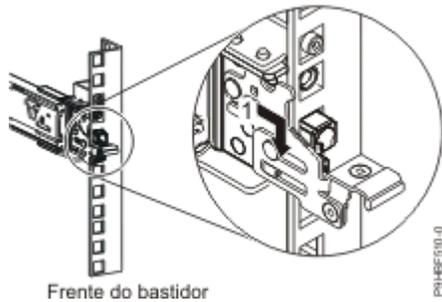

Figura 3. Inserir pinos na calha da frente do bastidor
3. Na parte anterior do bastidor, insira três pinos na parte anterior da calha nos orifícios na unidade EIA seleccionada marcada anteriormente. Baixe a calha deslizante **(1)** para activar a funcionalidade de gancho no pino do meio. Consulte a Figura 3 na página 5.